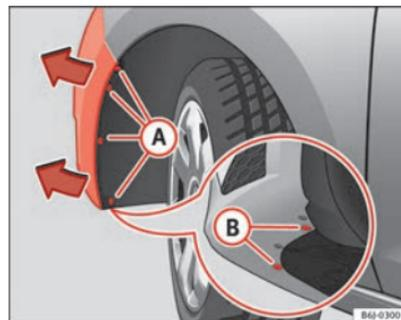

Abb. 172 Nebelscheinwerfer: Zugriff auf den Stecker am Lampenträger
- Entfernen Sie die 4 Schrauben (A) ⇒ Abb. 172 aus dem Inneren des Radhauses und die 2 unteren Schrauben (B) ⇒ Abb. 172 des Stoßfängers mit einem Schraubendreher.